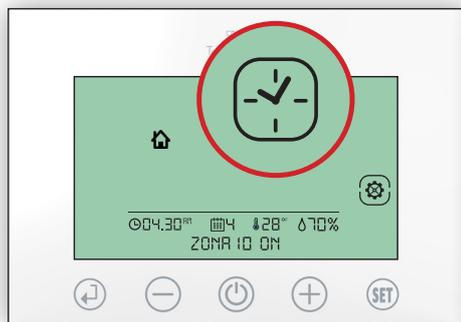

Fig. 67
- 1.1 Sbloccare premendo per 3 secondi (↩), premere per 3 secondi (SET), premere più volte (SET) fino al lampeggio del simbolo (🕒). Premere una volta (↩) per confermare. (Fig. 67)